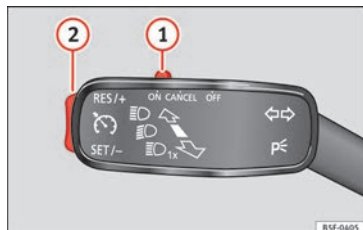

Fig. 47 A sinistra del piantone dello sterzo: interruttori e comandi per l'uso del GRA.
- Collegamento del GRA: spostare l'interruttore » **fig. 47** ① verso **ON**. Il sistema è acceso. Il sistema non effettua la regolazione poiché non è stata programmata alcuna velocità.
- Attivazione del GRA: premere il tasto » **fig. 47** ② nella zona **SET/-**. La velocità attuale viene memorizzata e regolata.
- Disattivazione temporanea del GRA: spostare l'interruttore » **fig. 47** ① verso **CANCEL** o schiacciare il freno. La regolazione si scollega temporaneamente.
- Collegare nuovamente il GRA: premere il tasto » **fig. 47** ② in **RES/+**. La velocità memorizzata verrà salvata e regolata nuovamente.
- Aumentare la velocità programmata durante la regolazione del GRA: premere il tasto ② in **RES/+**. Il veicolo accelera fino a raggiungere la nuova velocità memorizzata.
- Ridurre la velocità programmata durante la regolazione del GRA: premere il tasto ② in **SET/-** per diminuire la velocità di 1 km/h (1 mph). La velocità si riduce fino a raggiungere la nuova velocità memorizzata.
- Disattivazione del GRA: spostare l'interruttore » **fig. 47** ① a **OFF**. Il sistema si disattiva e la velocità memorizzata si cancella.